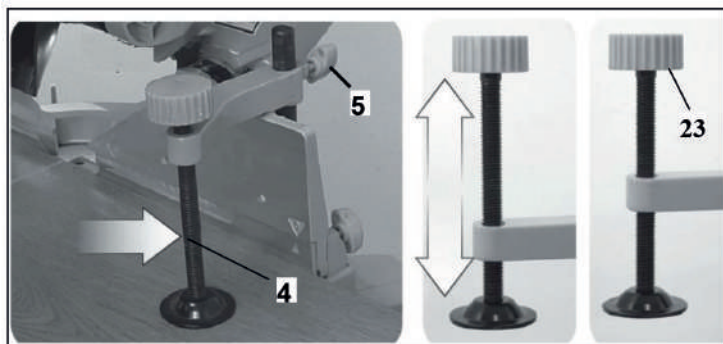

Рис. 20
6.10. Установка обрабатываемой заготовки (рис. 20)